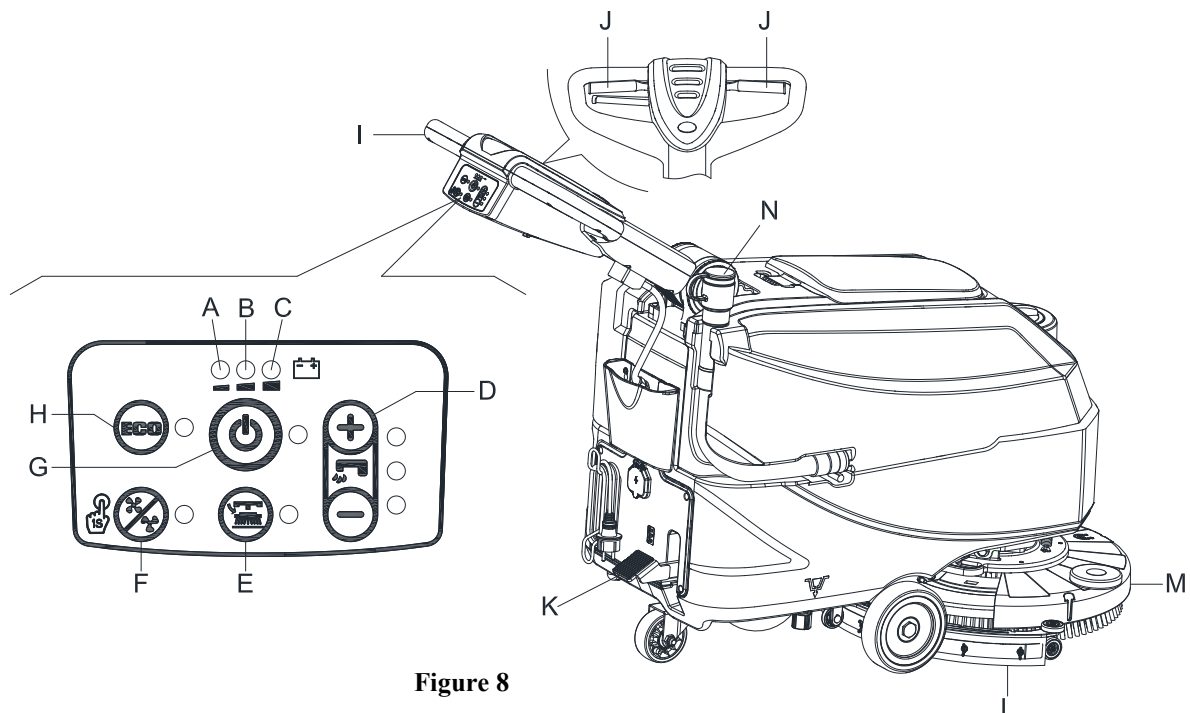
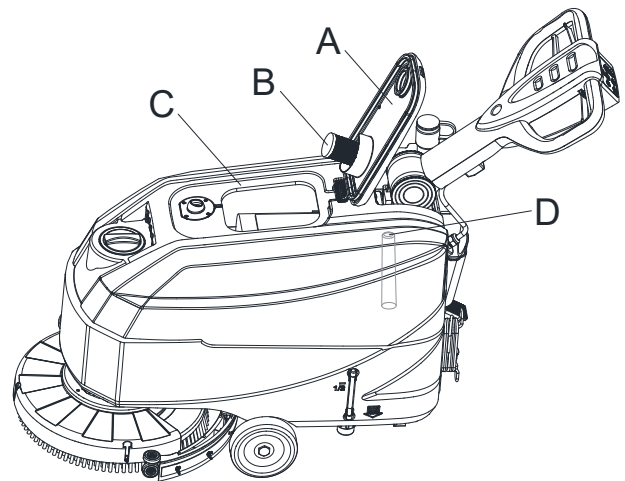

Figure 8
Figure 10
2. Poussez la machine jusqu'à la zone à nettoyer en laissant les mains sur le guidon (I, Figure 8).
3. Abaissez la tête de lavage (M, Figure 8) et la raclette (L) en soulevant la pédale (K).
4. Appuyez sur l'interrupteur de démarrage (G, Figure 8). Vérifiez que le voyant d'avertissement vert (C) s'allume (batterie chargée). Si le voyant d'avertissement jaune (B) ou rouge (A) s'allume, éteignez le commutateur d'alimentation (G, Figure 8) et chargez les batteries (voir la procédure au chapitre Entretien).
5. Appuyez sur les commutateurs de contrôle du débit d'eau de lavage (D, Figure 8) selon le type de nettoyage à effectuer.
6. Commencez le nettoyage en poussant la machine avec les mains sur le guidon (I) et en appuyant sur le levier du contacteur de sécurité (J).
- Tout en gardant les deux mains sur le guidon, appuyez sur le levier du contacteur de sécurité (J, Figure 8), puis manœuvrez la machine et commencez à laver/sécher le sol.
Lorsque le témoin d'avertissement vert (C, Figure 8) reste allumé, les batteries permettent à la machine de fonctionner normalement. Lorsque le témoin d'avertissement vert (C) s'éteint et que le témoin d'avertissement jaune (B) s'allume, il est conseillé de charger les batteries, car la charge restante ne dure que quelques minutes (en fonction des caractéristiques de la batterie et du travail à effectuer). Lorsque le voyant d'avertissement rouge (A) s'allume, les batteries sont complètement déchargées. Au bout de quelques secondes, la tête de lavage est automatiquement éteinte.
Un système automatique de fermeture à flotteur (B, Figure 10) bloque le système d'aspiration lorsque le réservoir d'eau de récupération (C) est plein. La désactivation du système d'aspiration est indiquée par une augmentation soudaine de la fréquence du bruit du moteur du système d'aspiration, le sol aussi ne sera pas sec.
Si le système d'aspiration s'éteint accidentellement (par exemple, lorsque le flotteur est activé en raison d'un mouvement soudain de la machine), pour reprendre l'opération : mettez hors tension le système d'aspiration en appuyant sur l'interrupteur (G, Figure 8), puis ouvrez le capot (A, Figure 10) et vérifiez que le flotteur à l'intérieur de la grille (B) est descendu jusqu'au niveau d'eau. Fermez ensuite le couvercle (A) et mettez le système d'aspiration sous tension en appuyant sur le commutateur (G, Figure 8).
Lorsque le réservoir d'eau de récupération (C, Figure 10) est plein, le vider selon la procédure suivante.
2. Soulevez la tête de lavage (M, Figure 8) et la raclette (L) en appuyant sur la pédale (K).
4. Videz le réservoir d'eau de récupération à l'aide du flexible (N, Figure 8). Ensuite, rincez le réservoir de récupération (C, Figure 10) à l'eau claire.
5. Retirez le couvercle du réservoir de récupération (A, Figure 10) et nettoyez l'intérieur du couvercle et la grille du flotteur du filtre (B) à l'eau propre.
6. Vérifiez si le réservoir de récupération (D, Figure 10) présente un corps étranger et nettoyez-le.